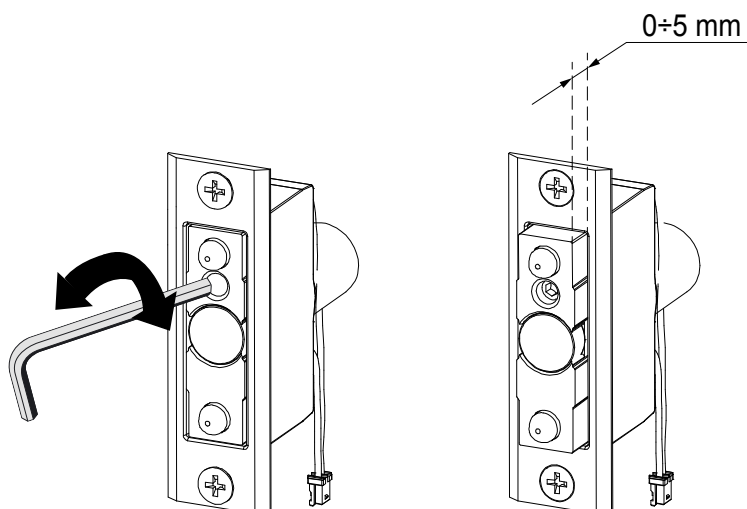

Fig. 2
3. Regule la salida del sensor de estado de la puerta según la distancia entre la hoja y el marco, girando el tornillo de regulación (fig. 2). Nota: No debe haber interferencia entre la hoja y el marco, ya que el acoplamiento de los contactos es magnético.